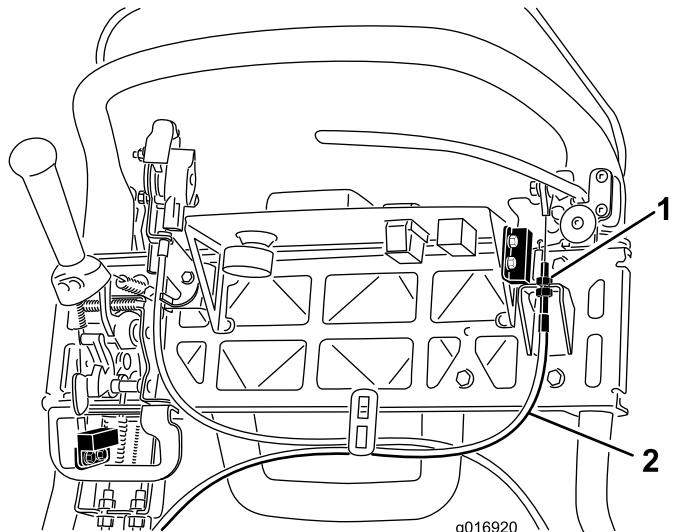

Bild 40
3. Lösen Sie zum Erhöhen der Kabelspannung die obere Kabelklemmmutter und ziehen die untere an (Bild 40), bis eine Kraft von 156 N zum Lösen des Feststellbremsriegels auf den Bremshebel aufgebracht werden muss. Stellen Sie die Bremse nicht zu fest ein, da das Bremsband sonst schleifen könnte.